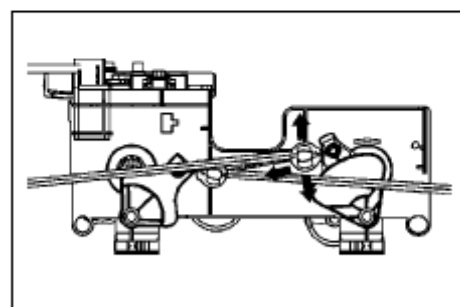

Рис. 434
- (3) Снимите фиксирующий зажим и снимите тягу регулировки вентиляции(рис. 434).